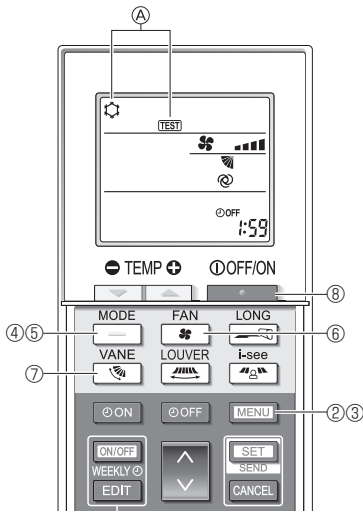

Fig. 7-5
- Սեղմեք [MENU] կոճակը և սեղմած պահեք 5 վայրկյան: (Fig. 7-5) (Կատարեք այս գործողությունը, երբ հեռակառավարման վահանակի էկրանն անջատված է):
- Սեղմեք [MENU] կոճակը: Ցուցադրվում է ④ [ՓՈՐՁԱՐԿՈՒՄ] և շահագործման ընթացիկ ռեժիմը: (Fig. 7-5)
- ③ - ⑧ քայլերը կատարելիս հեռակառավարման վահանակը ուղղեք դեպի ներքին բլոկի ընդունիչը: